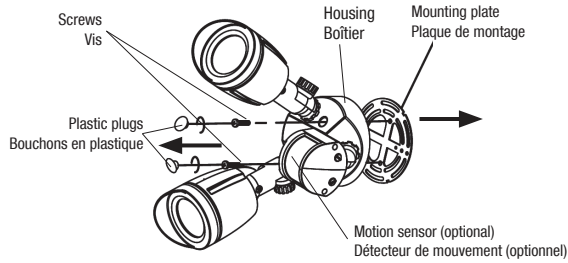

Fig. 1A
2. Remove the two plastic plugs. Remove inserted screws and mounting plate (Fig. 1A).
2. Retirer les deux bouchons en plastique. Retirer les vis insérées et la plaque de montage (Fig. 1A).